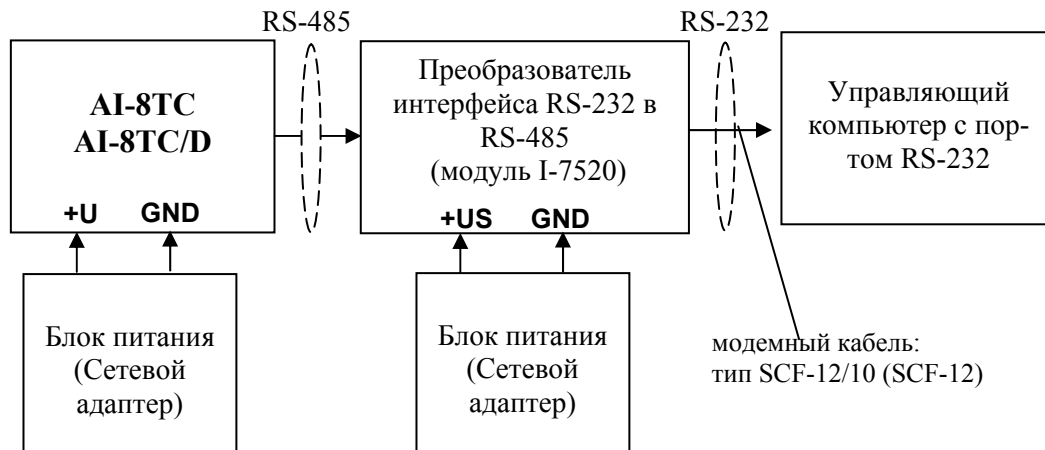

Рис. 6.1
- подготовить рабочее место по схеме рис.6.1.